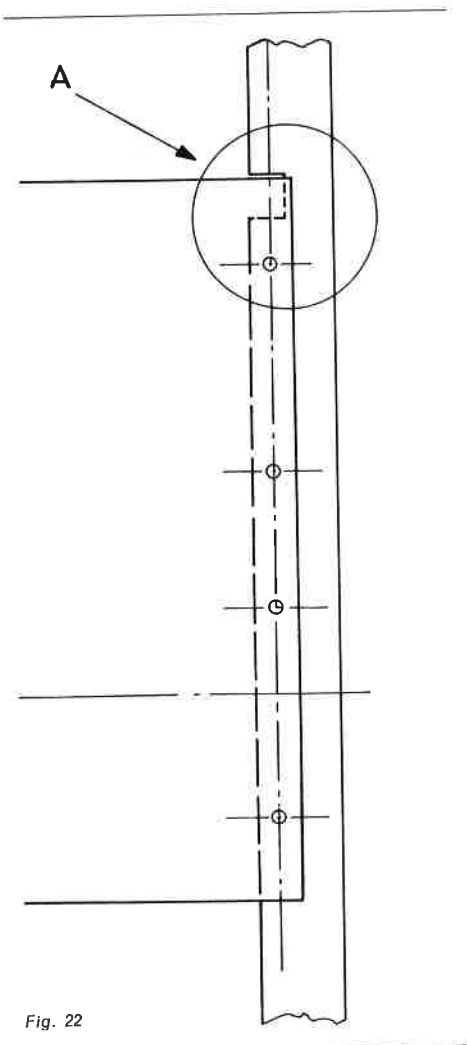

Fig. 22
N.B. De recorder kan met acht schroeven in een 19" rek worden bevestigd; daarna moeten de strippen 7 en 30 en de afdekplaat 29 weer worden aangebracht. Om het mogelijk te maken het bedieningspaneel omhoog te klappen, moet rechts boven in het rek een uitsparing worden gemaakt volgens fig. 22 en 23.